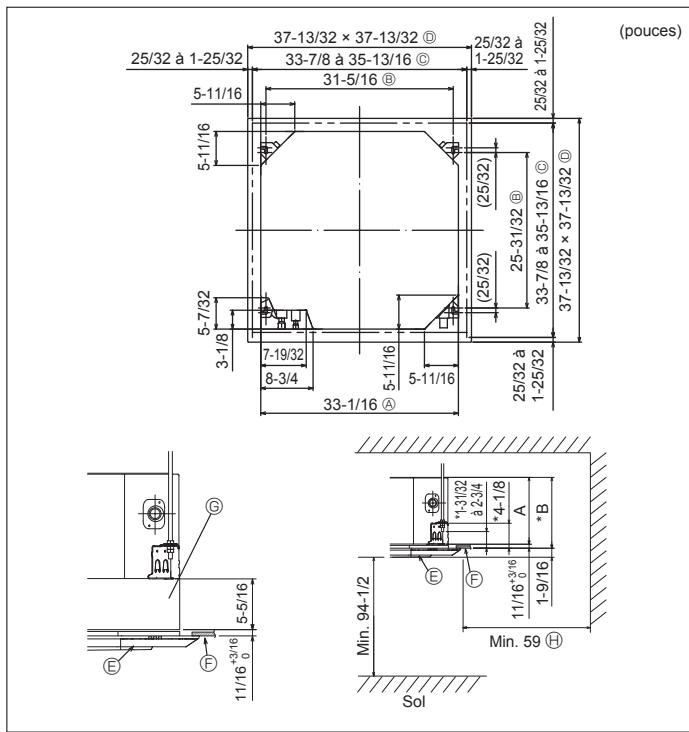

Fig. 2-2
2.2. Ouvertures dans le plafond et emplacement des boulons de suspension (Fig. 2-2)
* Les dimensions de l'ouverture dans le plafond peuvent être définies au sein de la plage indiquée dans la Fig. 2-2 ; centrer l'appareil principal par rapport à l'ouverture dans le plafond, en veillant à la symétrie de chaque côté par rapport à l'orifice.